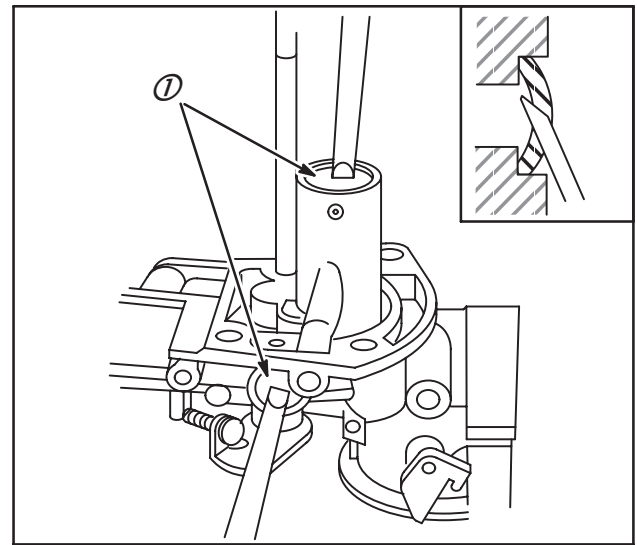

Fig. 65
4. À l'aide d'un poinçon de 3,9 mm de diamètre modifié, retirer les opercules (1), Fig. 65. NE PAS déposer le gicleur fixe.